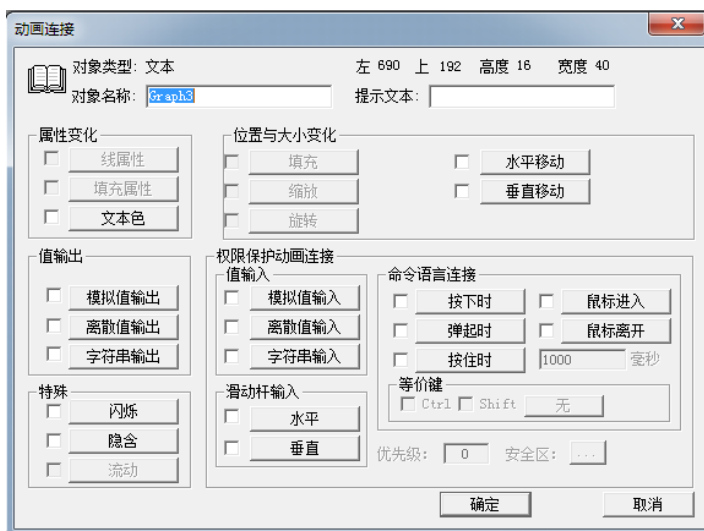

图 2.18 动画连接
- 1) **对矩形关联填充动画:** 双击图形对象,即矩形,可弹出“动画连接”对话框,如图 2.18 所示。